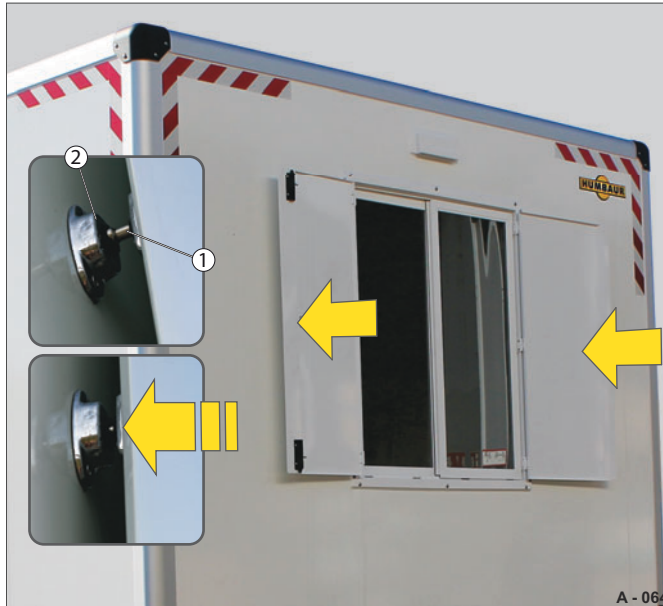

Abb. 8 Fensterladen fixieren
- ▶ Drücken Sie die Flügel in den Feststeller (siehe Abb. 8) fest ein.
- ▶ Prüfen Sie, dass der Feststeller-Bolzen (Abb. 8/1) komplett in der Feststeller-Buchse (Abb. 8/2) sitzt. Die Fensterladen-Flügel sind geöffnet und fixiert. Das Schiebefenster ist geöffnet.